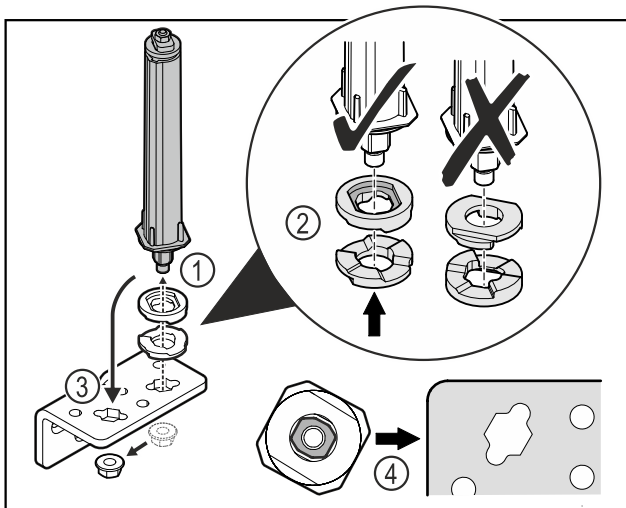

Fig. 37
- ▶ Desserrer l'écrou et retirer le système de fermeture de porte Fig. 37 (1).
- ▶ Veiller à ce que les rondelles de réglage de la hauteur soient correctement orientées Fig. 37 (2).
- ▶ Mettre le système de fermeture de la porte dans l'autre trou de l'équerre de charnière et le fixer avec l'écrou Fig. 37 (3).
- ▶ Lors de la mise en place, veiller à bien orienter le système de fermeture de porte Fig. 37 (4).